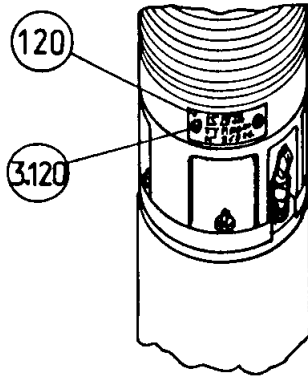

fig.9
- Retirer les 2 rivets (3.120) de verrouillage du tube sur le corps d'aspiration. Pour ce faire, contre-percer dans l'axe des rivets (fig.9).